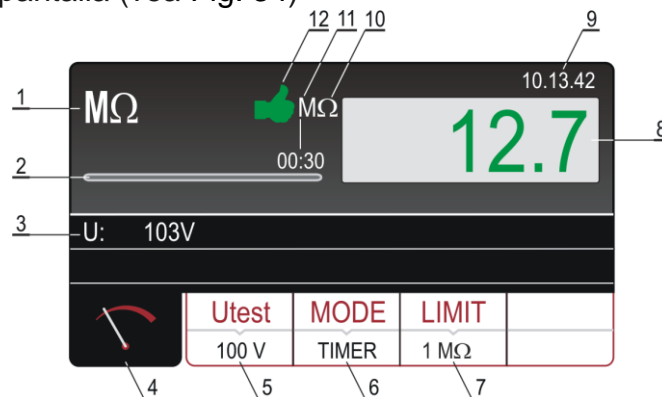

Fig. 34: Pantalla con el resultado de la prueba MΩ
7. Realice la medida pulsando el botón **START/STOP**. El resultado de la prueba se mostrará en la pantalla (vea Fig. 34)